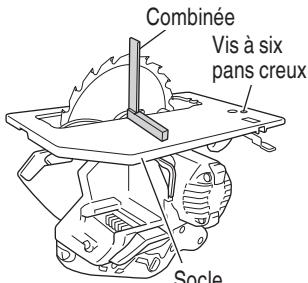

Fig. 34
### 6. Réglage du socle et de la lame de scie en vue de la perpendiculaire (Fig. 34)
- (1) Retourner le socle (Fig. 34) et desserrer le levier (A).
- (2) Placer une équerre entre le socle et la lame de scie et déplacer la position du socle en tournant la vis à six pans creux avec une clé hexagonale de 3 mm de façon à obtenir un angle droit.